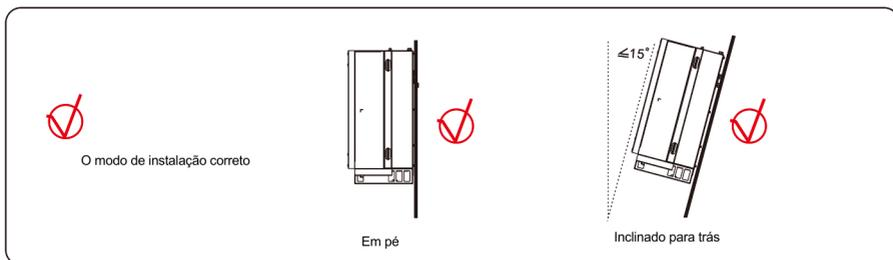

Figura 4.7 O modo de instalação correto
c. Ao instalar vários inversores, instale-os ao longo da mesma linha (como mostrado na Figura 4.5) se houver espaço suficiente disponível e instale-os no modo triângulo (como mostrado na Figura 4.6) ou no modo empilhado (como mostrado na Figura 4.7) se não houver espaço suficiente disponível. Os modos de instalação garantem espaço suficiente para instalação e dissipação de calor.